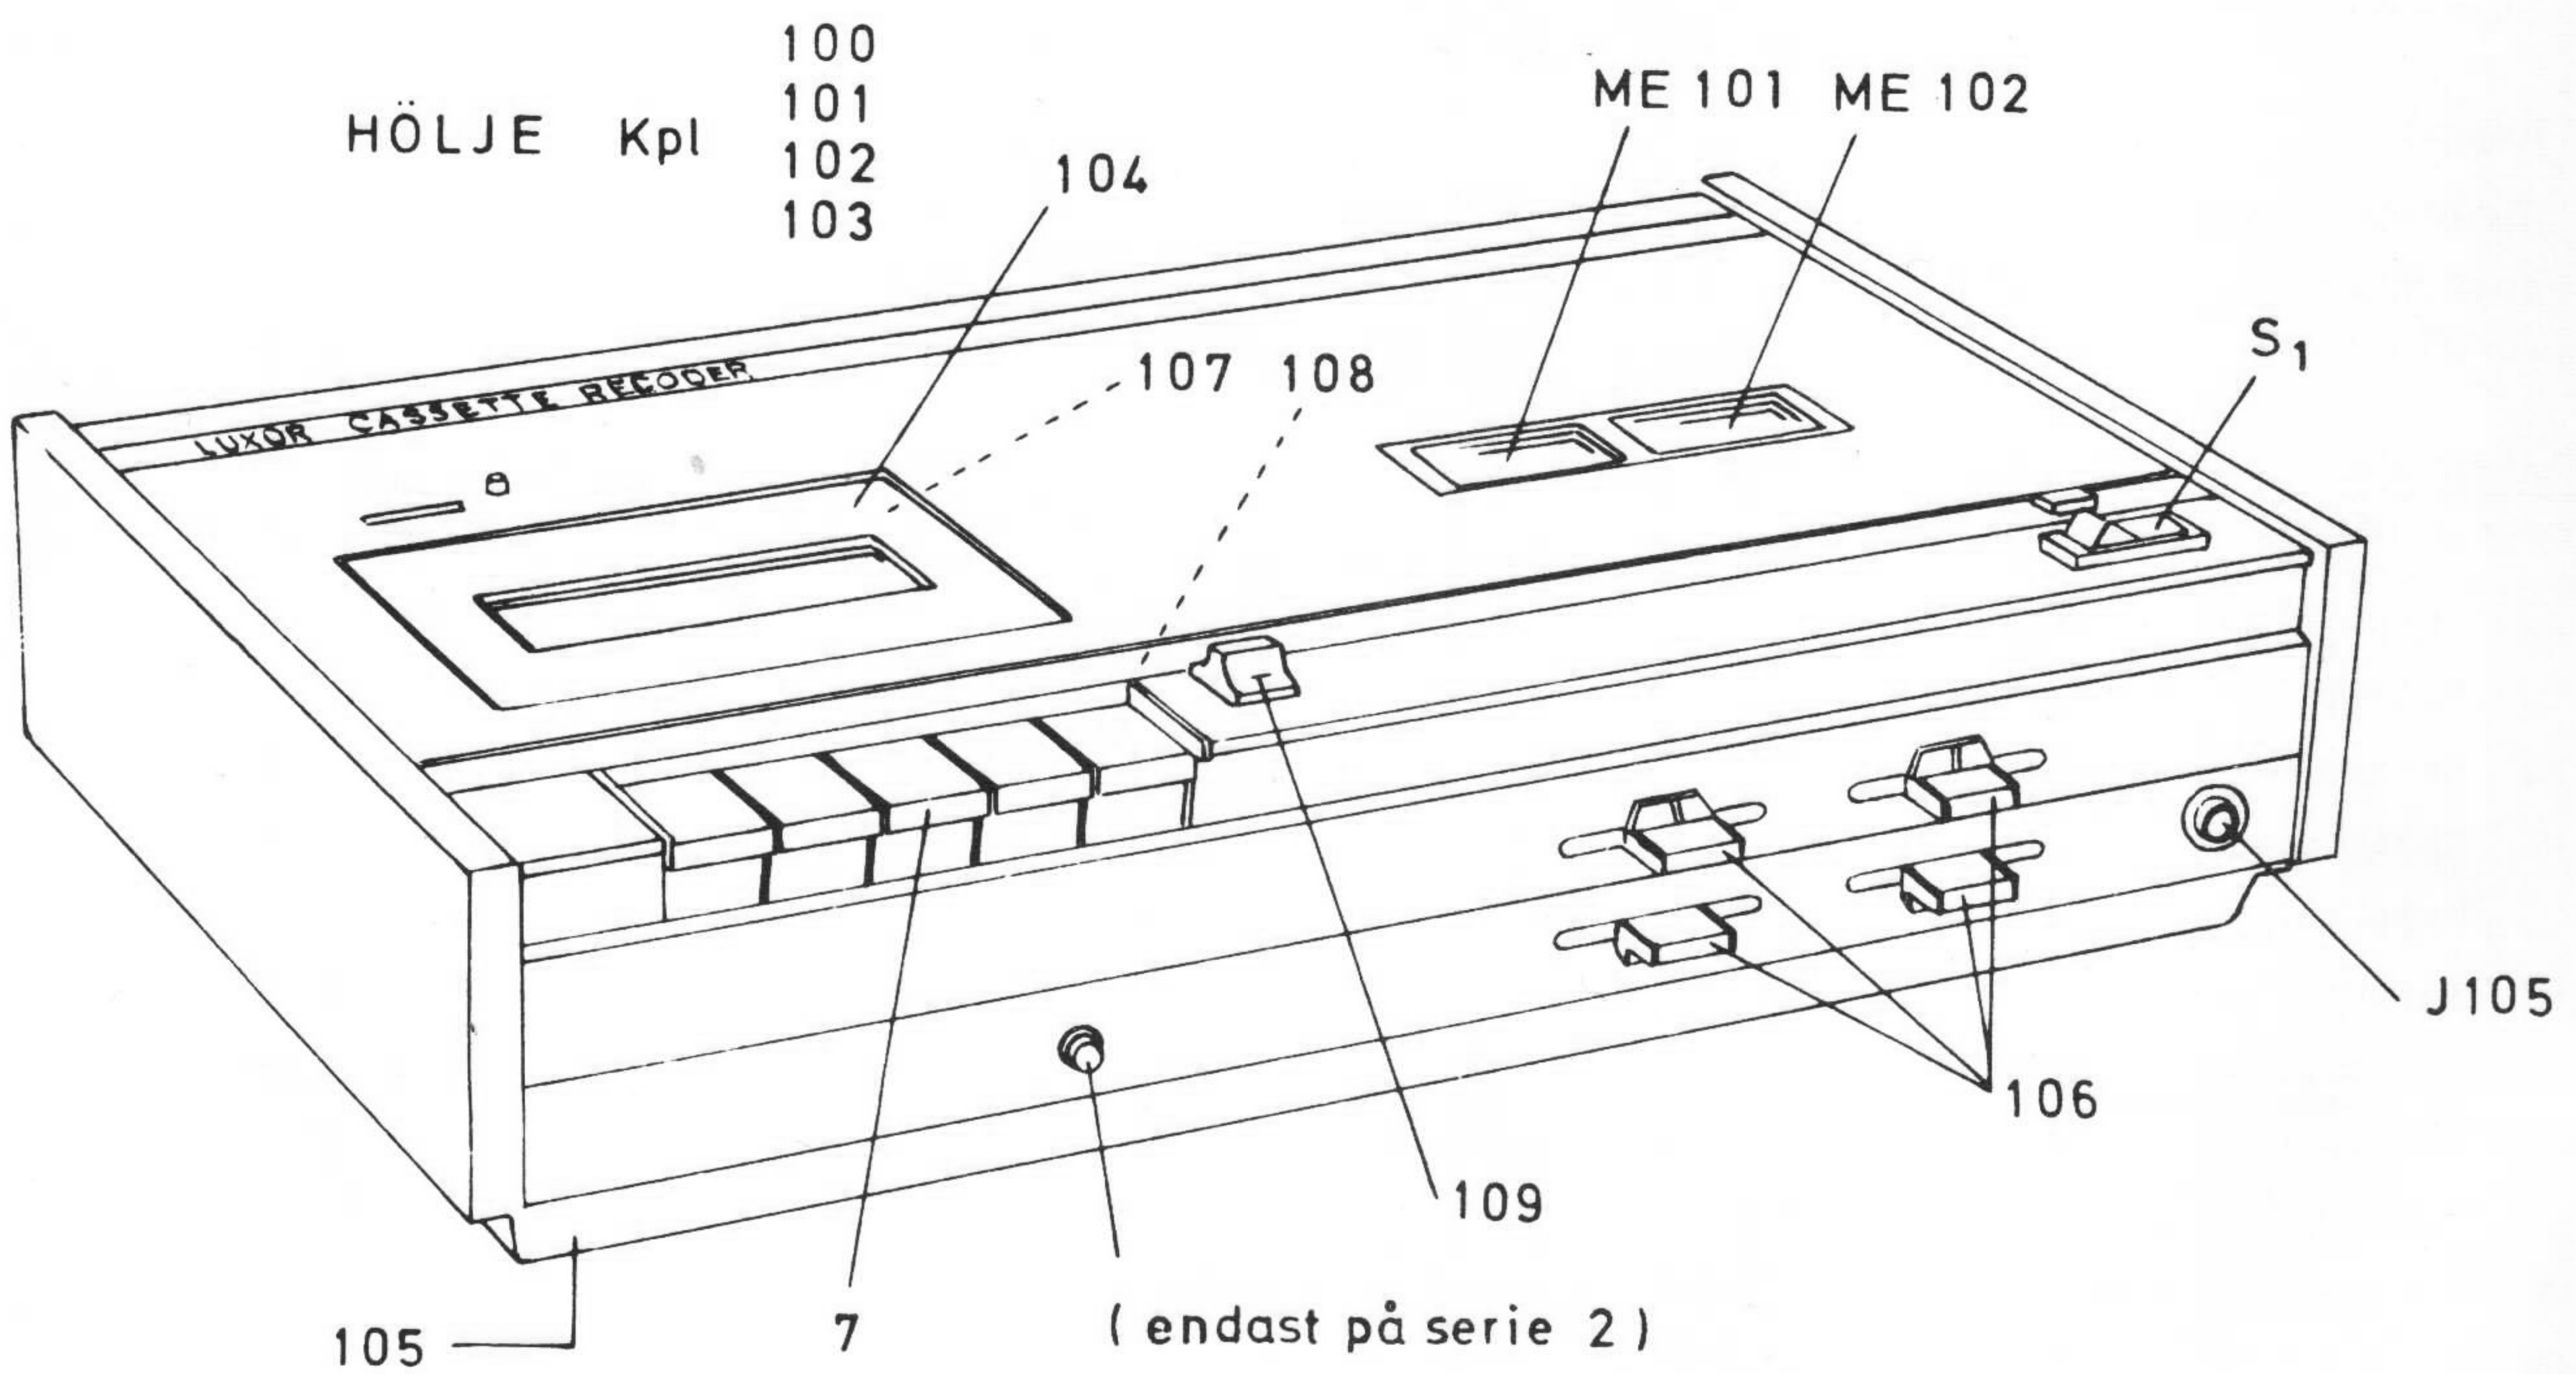

Fig. 2
- Tag bort botten till höljet pos. 105 fig. 2 genom att borttaga de fyra skruvar, som håller botten.